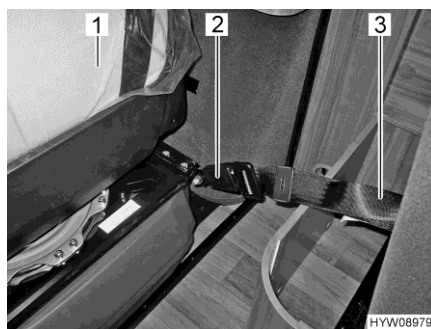

Fig. 24 Bloquer le siège emboîtable avec la boucle de fermeture de la ceinture
- Bloquer la ceinture de sécurité (Fig. 24,3) dans le dos du siège dans la boucle de fermeture (Fig. 24,2) au dos du siège passager (Fig. 24,1).